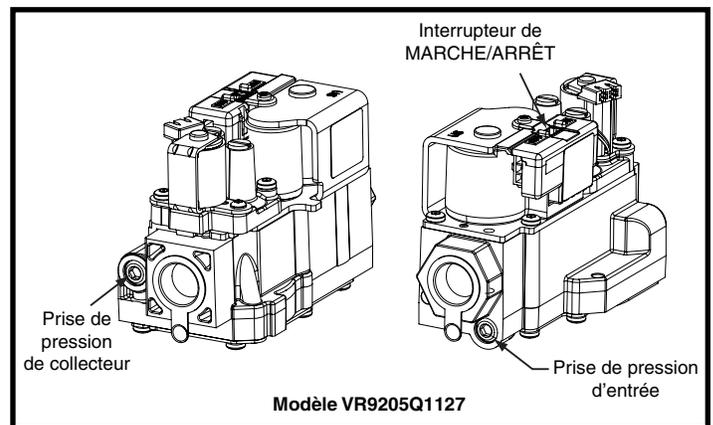

Figure 3. Emplacements des prises de pression d'entrée et du collecteur
3. Réglez l'interrupteur de marche/arrêt du robinet de gaz en position OFF (arrêt), tel qu'illustré à la Figure 3.
2. Utilisez une clé hexagonale 3/16 po (0,48 cm) pour retirer le bouchon de la prise de pression d'entrée (côté ENTRÉE du robinet de gaz). Voyez la Figure 3.
5. Ouvrez (ON) l'alimentation principale de gaz au robinet manuel.
4. Réglez le bouton de marche/arrêt du robinet de gaz en position ON (marche). Voyez la Figure 3.
3. Utilisez une clé hexagonale 3/16 po (0,48 cm) pour retirer le bouchon de la prise de pression d'admission située du côté sortie du robinet de gaz. Voyez la Figure 3.